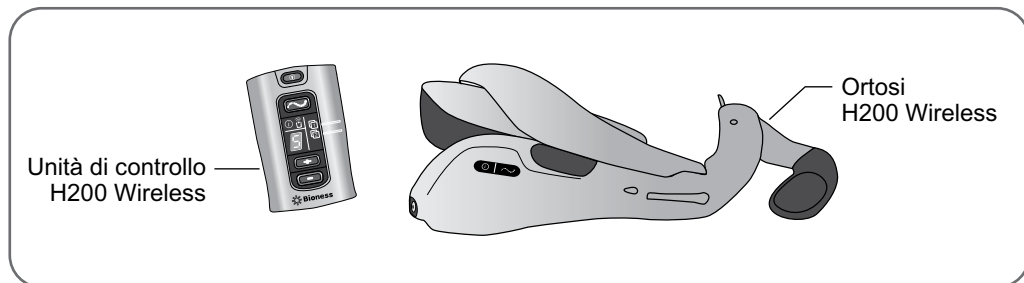

Figura 12-1 - Posizionamento dei componenti da registrare
2. Posizionare i componenti da registrare su un tavolo tutti vicini, ma in modo che non si tocchino (Figura 12-1).